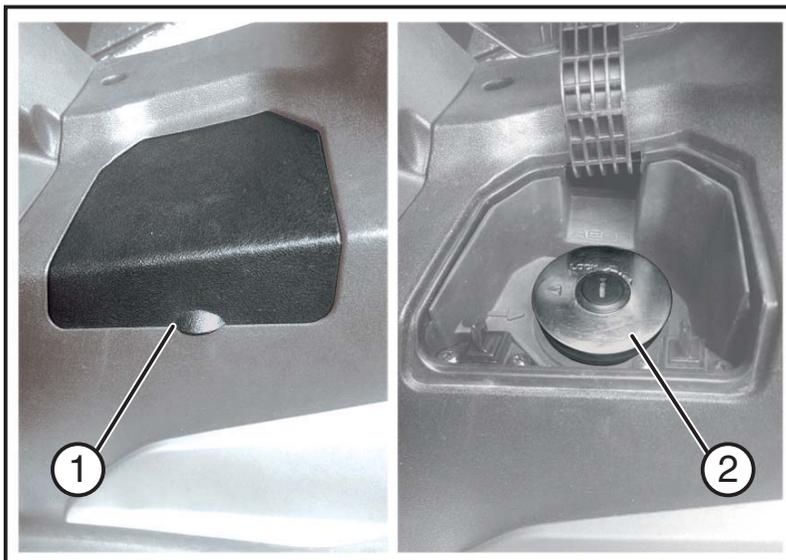

Fig. 02
- Aprire lo sportello «**1- Fig. 02**»;
- Rimuove il tappo serbatoio «**2- Fig. 02**».